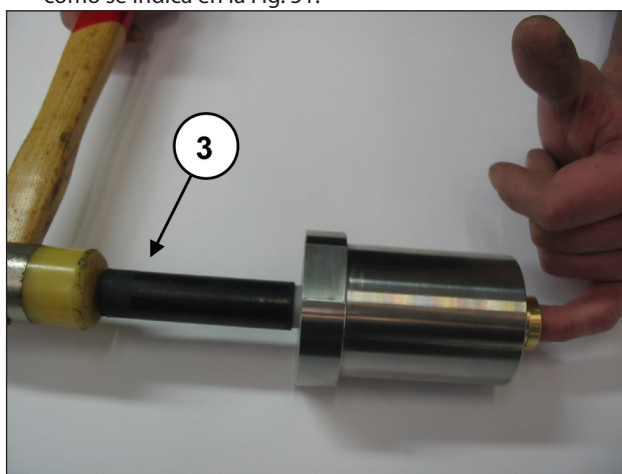
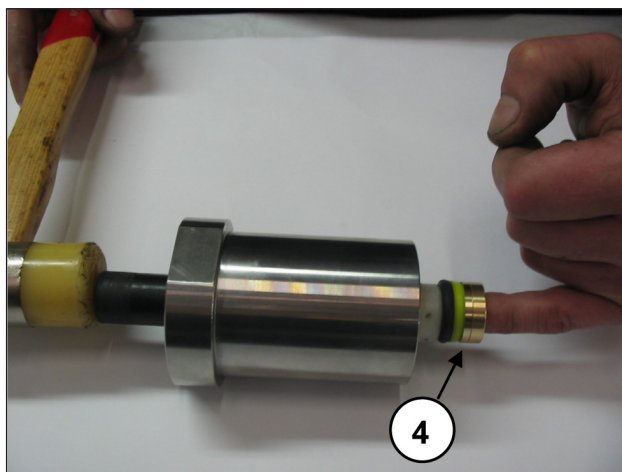

Fig. 52
Fig. 53
- Con la camisa desmontada del soporte de juntas y utilizando una clavija de plástico ③ como se indica en la Fig. 52, extraer el paquete HP (alta presión) ④ como se indica en la Fig. 53.
**Sustituir el paquete HP ④ Fig. 53 cada vez que se realicen operaciones de desmontaje.**